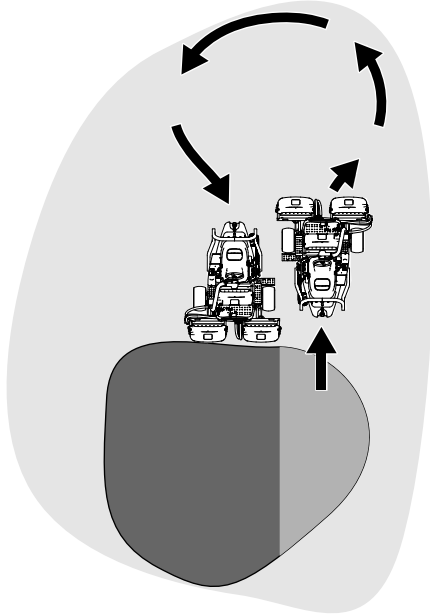

図 25
6. Uターンするとき、一旦反対側にハンドルを切ってから回転すると、楽に、しかも効率良く回ることができて次の列そろえが楽になります。反対側に軽く振ってから回転すると雨だれ形の旋回 **図 25** になって、スムーズに次の列に入ることができます。